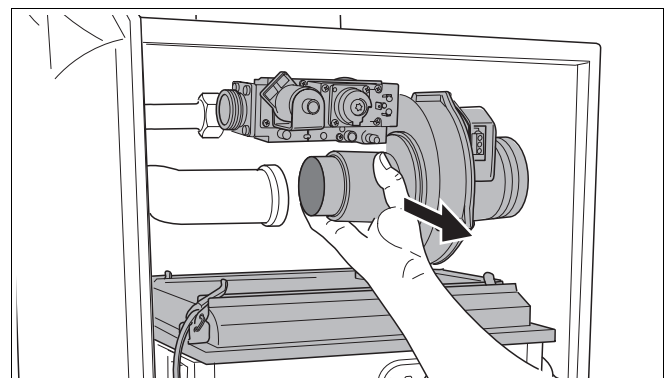

Рис. 115 Демонтаж крышки горелки с газовоздушным блоком
- Снять крышку горелки с газовоздушным блоком (рис. 115).